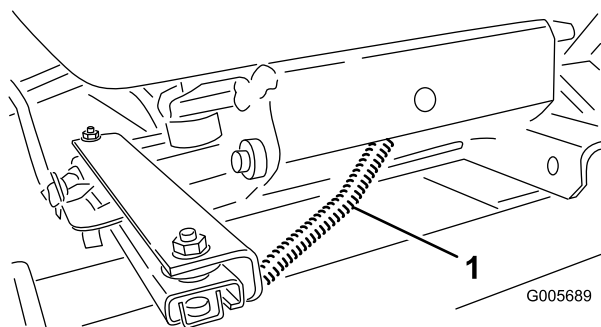

Figura 13
7. Oriente a cablagem do interruptor do banco através dos orifícios no suporte do banco e suspensão do banco (Figura 13). Ligue o conector do feixe de